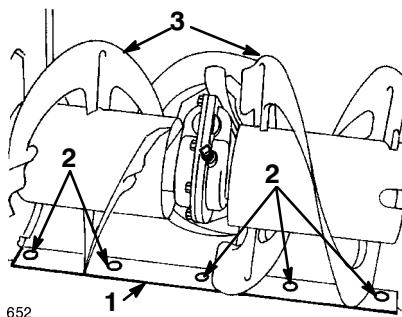

Figure 29
7. Pour corriger la position de la lame racleuse, desserrez les cinq vis (Fig. 29), mettez la lame de niveau à la hauteur voulue et resserrez les vis.